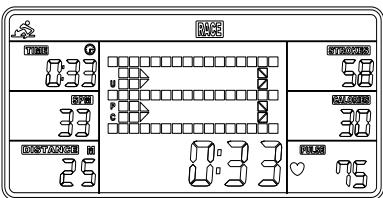
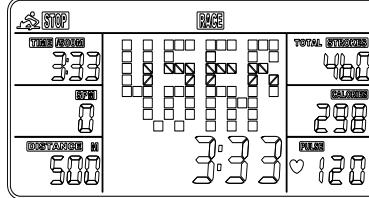

Abb.6
Abb. 7
A. Drücken Sie zum Starten die START-Taste und STOP erlischt. USER und PC werden in der Matrix angezeigt (Abb. 6). Der Zähler stoppt, wenn entweder der Benutzer oder der Zähler die eingestellte Renndistanz erreicht hat. Anschließend zeigt die Matrix „PC WIN“ oder „USER WIN“ an (Abb.7).